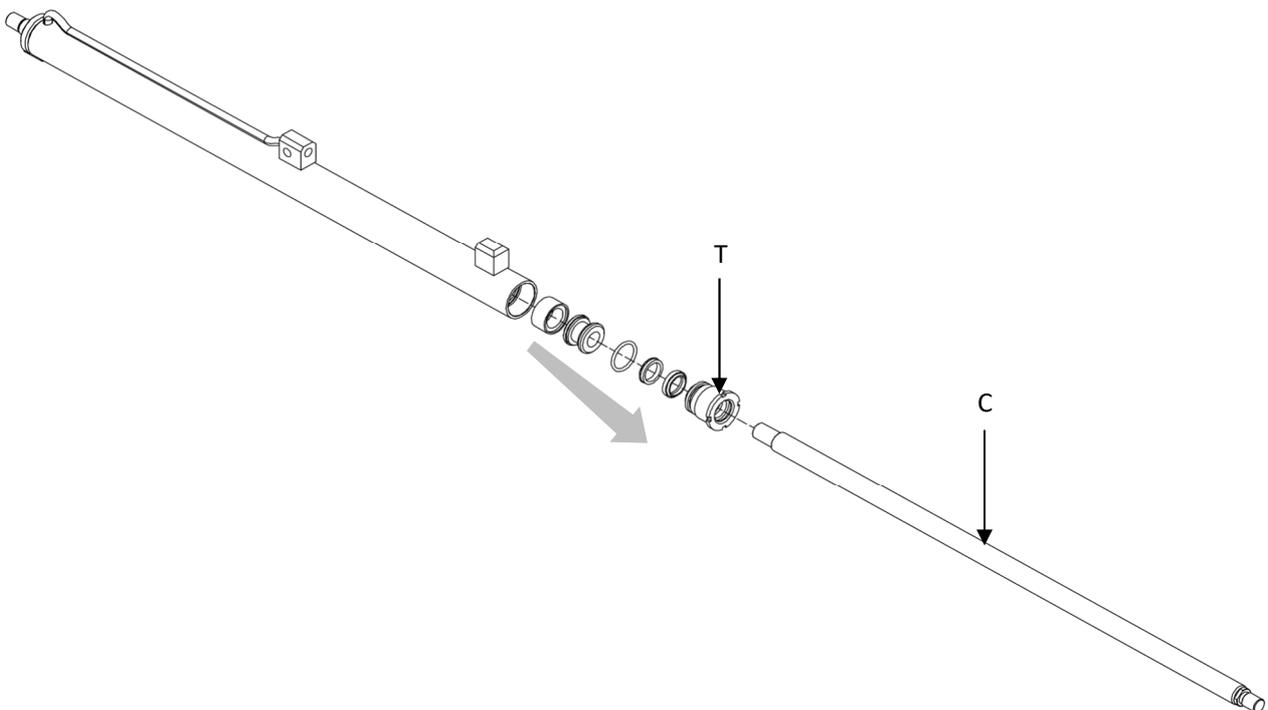

Figure 33
8. Prendre comme référence la *Figure 33*.